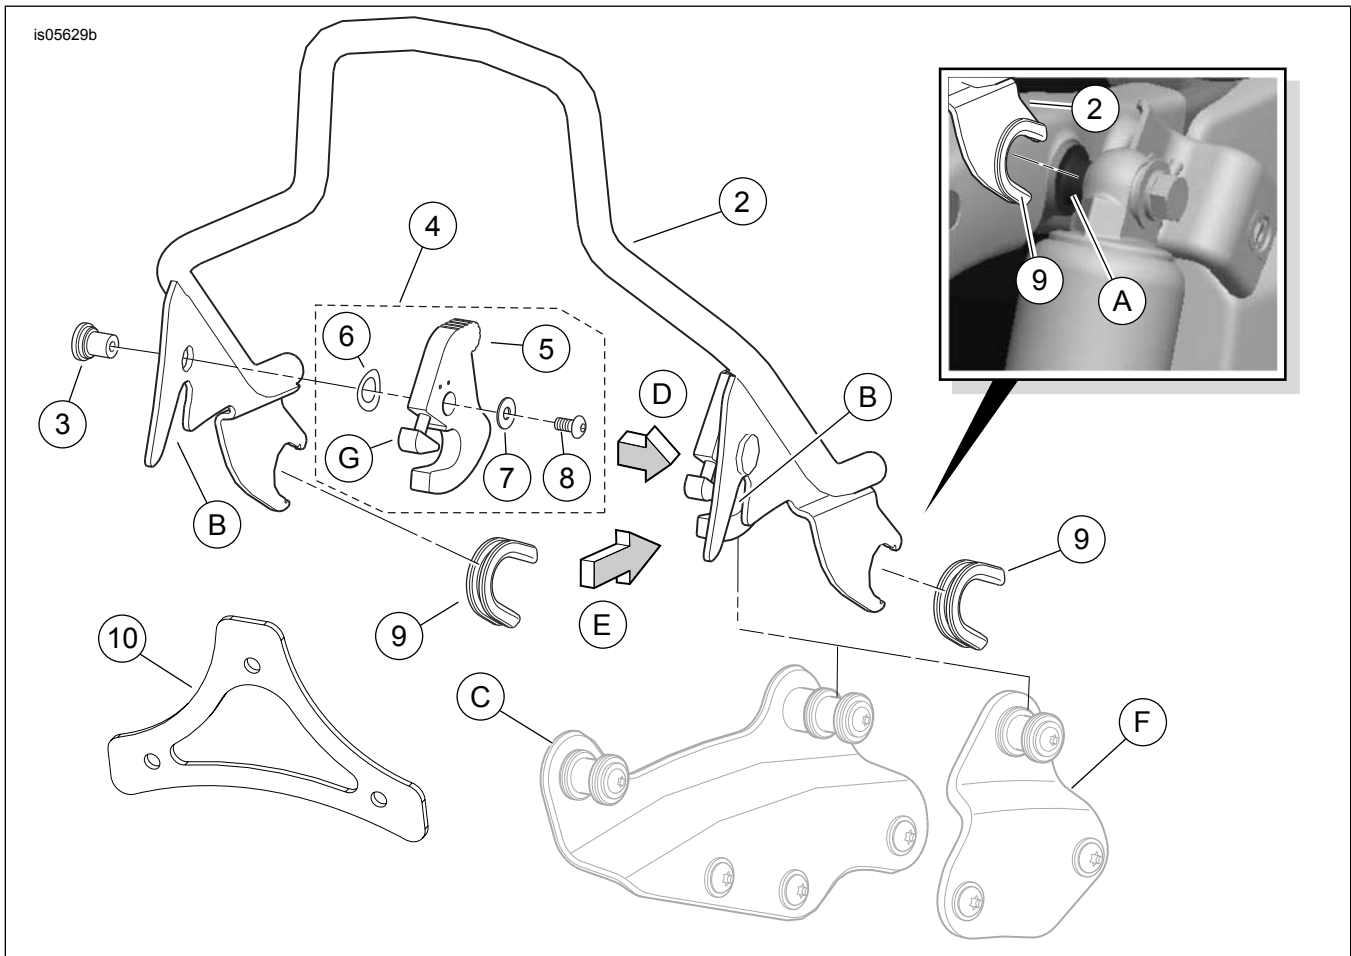

Figura 3. Parti di ricambio: Alzata schienalino H-D Detachables per modelli Touring
Vedere Figura 3 e Tabella 1.
2. Vedere Figura 3. Posizionarsi dietro la motocicletta. Collocare le tacche anteriori sinistra e destra dell'alzata (con boccole installate) sui punti di ancoraggio (A) entrobordo rispetto agli attacchi superiori degli ammortizzatori. Verificare che le boccole della tacca (9) siano inserite completamente nei punti di ancoraggio degli ammortizzatori.
3. Vedere Figura 3, frecce (D) e (E), e Figura 1. Posizionare le chiusure girevoli (4) sui punti di ancoraggio posteriori (3). Controllare che i lati dell'alzata (1) e le chiusure si insedino nel collo dei punti di ancoraggio posteriori, come illustrato. Può essere necessario stringere o allargare leggermente i lati dell'alzata dello schienalino.